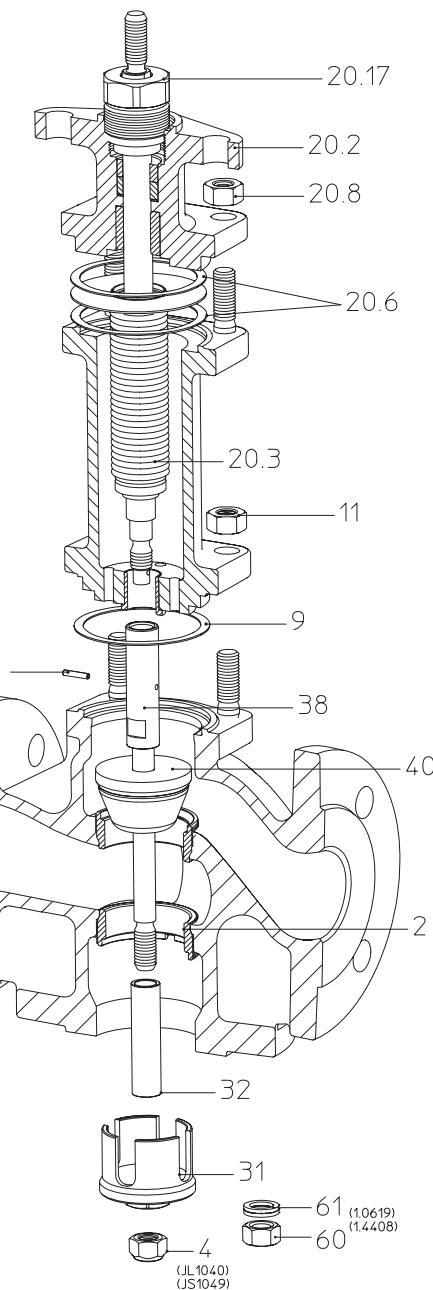
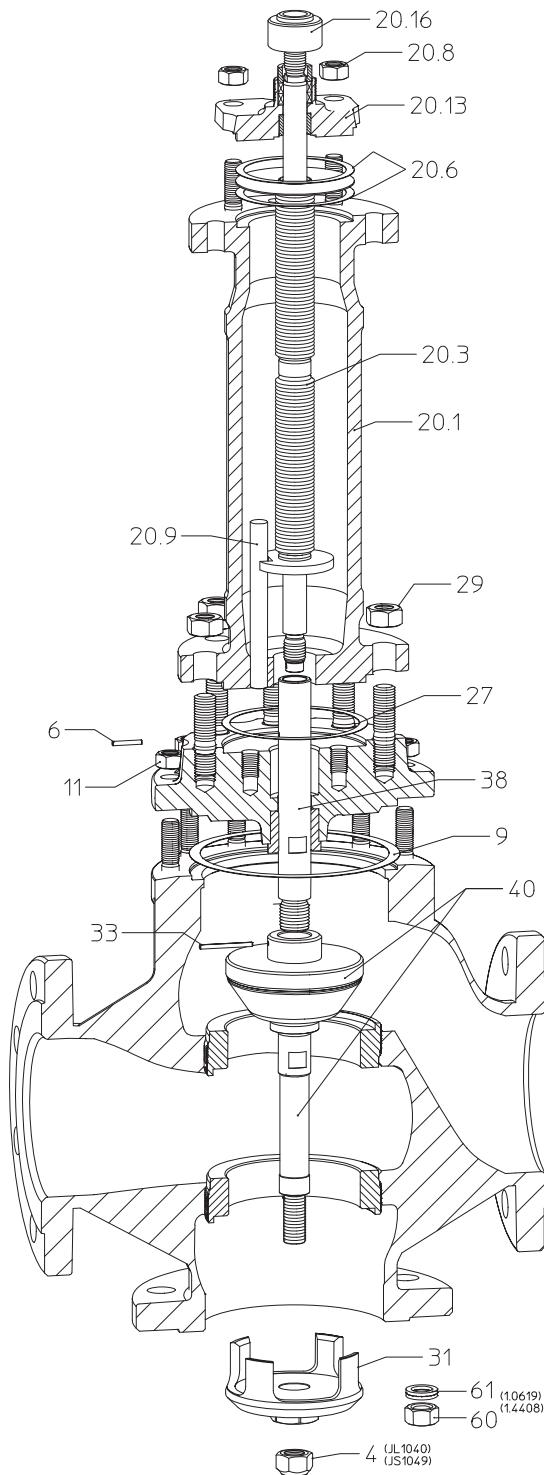

Рис. 18:
Рис. 19:
- Вывинтите нижнее уплотнительное кольцо (поз. 2) (с учетом п. 7.2) - необходимо, если модель вертикальная (Рис. 18, Рис. 19).